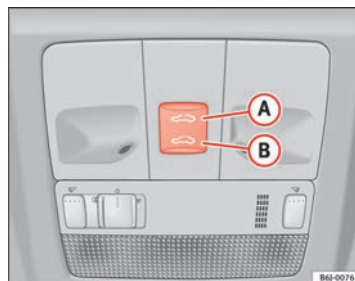

Abb. 52 Panoramadach / Ausstelldach
- Wird der Taster **(B)** ⇒ Abb. 52 ⇒ **(A)** betätigt und betätigt gehalten, führt das Dach die Schließbewegung aus, bis der Taster wieder losgelassen wird.